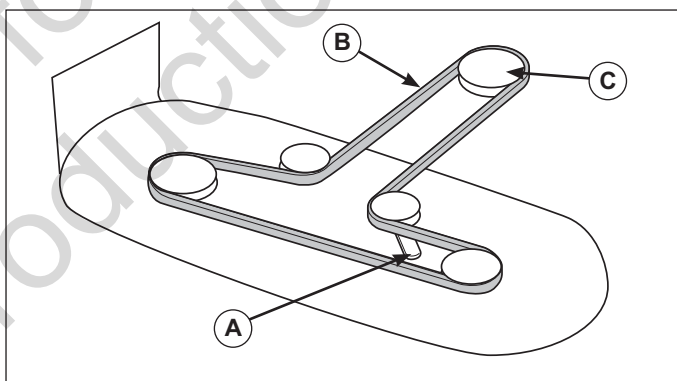

Figure 16. Dépose et pose de la courroie de la tondeuse
3. Utiliser le levier de courroie de la tondeuse (A, figure 16) pour relâcher la tension de la courroie. Retirer la courroie de la tondeuse (B) de la poulie du moteur (C).
7. Utiliser le levier de la courroie d'entraînement de la tondeuse (A, figure 16) pour relâcher la tension de la courroie et installer la courroie de la tondeuse (B) tel qu'illustré.